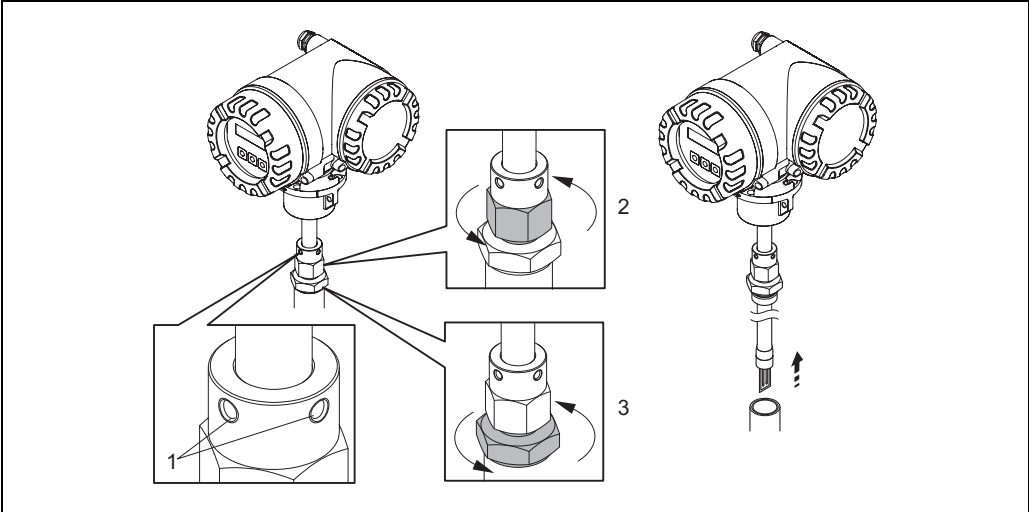

图 14: 拆除插入式传感器
- 安装焊接座时，需要考虑安装方向和前后直管段长度 → 图 14。
是否选择了正确的传感器安装位置，是否与传感器类型、流体特性和流体温度匹配?	→ 图 14
传感器上的箭头指向是否管道中气体的流向一致?	→ 图 14
检查气体特性 (例如：纯净度、干燥、清洁度)	选择合适的安装方向 → 图 14